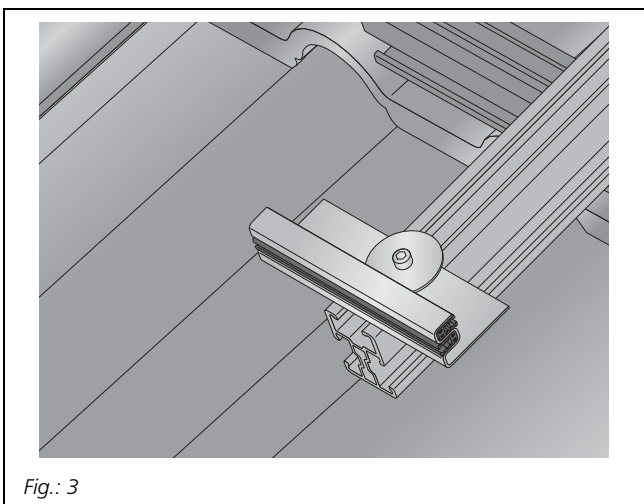

Fig.: 3
- Per montare moduli senza intelaiatura utilizzare solo i fermi originali della Solar-Fabrik AG con inserto di EPDM (vedere Fig. 3).